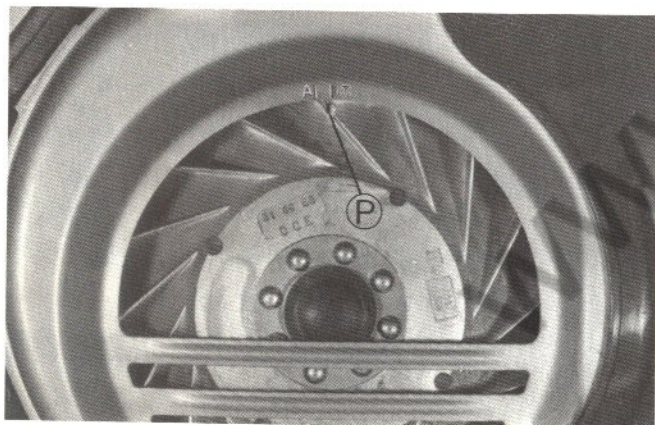

Fig. 31
2) - La corretta fasatura del motore è garantita quando, fra 2500 e 3000 giri del motore, il piolo «P» (fig. 31) risulta allineato, o discostato di $\pm 1^\circ$, rispetto alla corrispondente traccia (**I. T.** per Vespa PX125E - PX150E e **A** per Vespa PX200E) punzonata sul coperchio chiocciola.